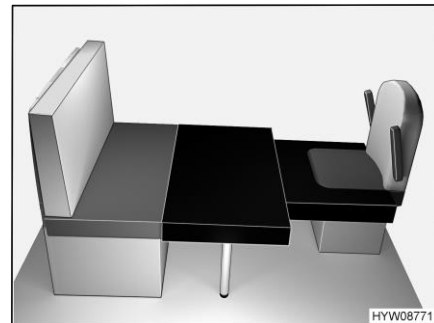

Bild 71 Efter ombyggnaden
- Placera den stora extra dynan på bordsskivan (Bild 71).
- Placera den lilla extra dynan på förarstolen (Bild 71).